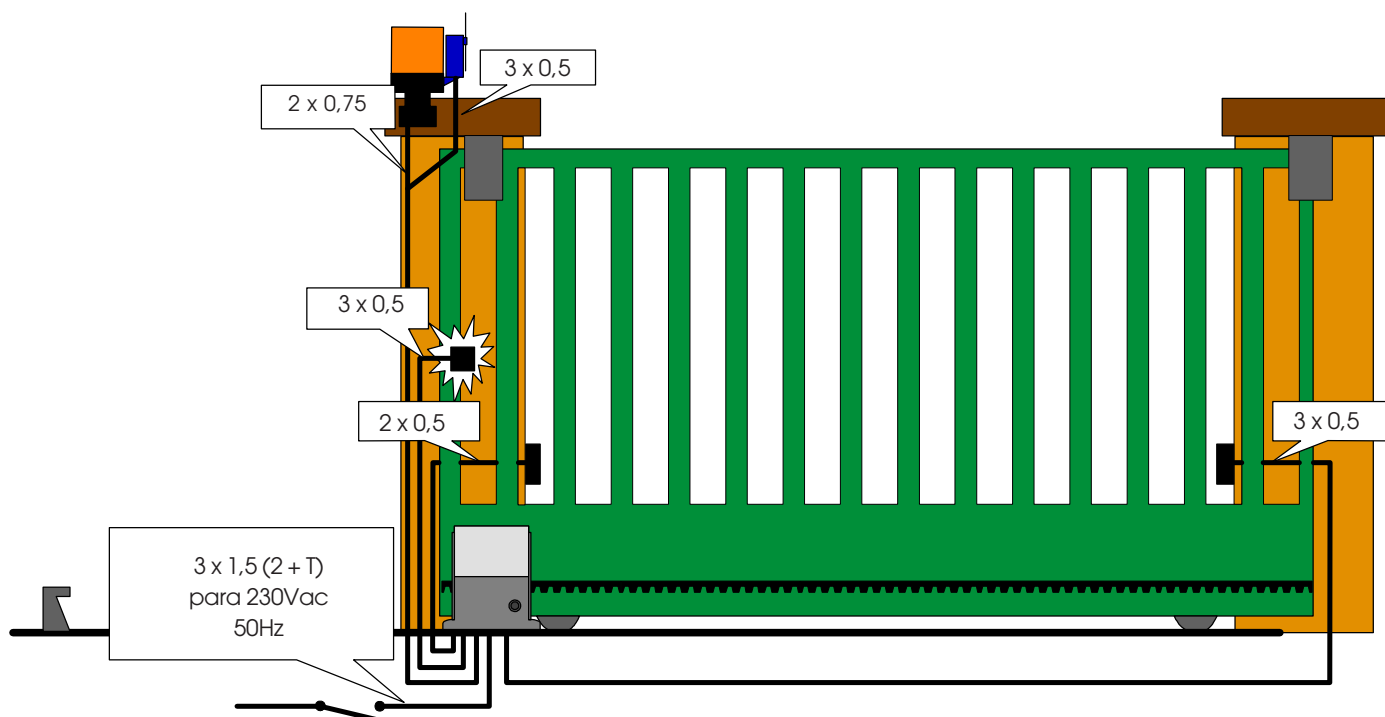

Fig. 4
- Prepare los cables eléctricos para la conexión con los accesorios y la alimentación eléctrica como se muestra en la Fig. 4. Para efectuar fácilmente las conexiones, haga que los cables salgan la longitud necesaria para la conexión a la regleta de bornes, al transformador y a la tarjeta de decodificación (si estuvieran presentes).